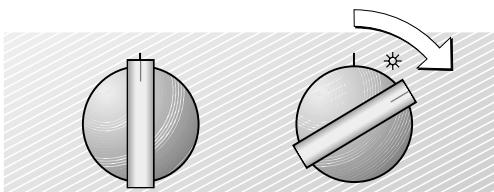

Fig. 12
- Tournez le bouton «Température» d'un cran vers la droite (fig. 12).